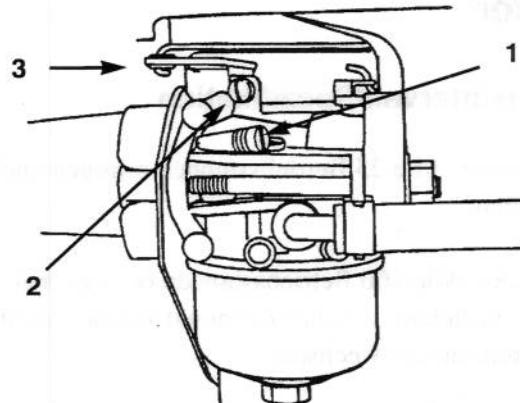

Bild 27
- Die Leerlaufmischungsschraube (Bild 27) langsam bis zum Schließen im Uhrzeigersinn drehen. Die Leerlaufmischungsschraube nie forcieren (zumachen), sonst wird der Vergaser beschädigt.
- Die Leerlaufmischungsschraube (Bild 27) eine volle Umdrehung im Gegenuhzeigersinn drehen. Bei dieser Einstellung läßt sich der Motor starten.
- Den Vergaser-Gashebel gegen die Leerlaufeinstellschraube halten (Bild 27). Die Leerlaufeinstellschraube so verstehen, daß der Motor mit 1750 U/min läuft. Die Umdrehungszahl mit einem Drehzahlmesser prüfen.
- Während Sie den Vergaser-Gashebel weiterhin gegen die Leerlaufeinstellschraube halten, die Leerlaufmischungsschraube (Bild 27) langsam eindrehen (Uhrzeigersinn), bis sich die Motordrehzahl reduziert (magere Mischung). Jetzt die Leerlaufmischungsschraube herausdrehen (Gegenuhzeigersinn), bis der Motor beginnt, unregelmäßig zu laufen (fette Mischung).
- Jetzt die Leerlaufmischungsschraube (Bild 27) halbwegs zwischen mager und fett einstellen, bis der Motor ruhig läuft.